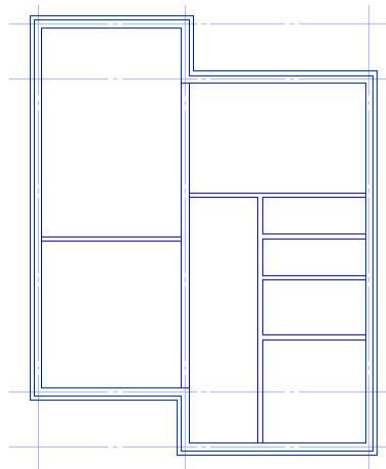

Рис. 7.2
2. На плані першого поверху будинку побудувати внутрішню несучу стіну та перегородки згідно з рис. 7.2.